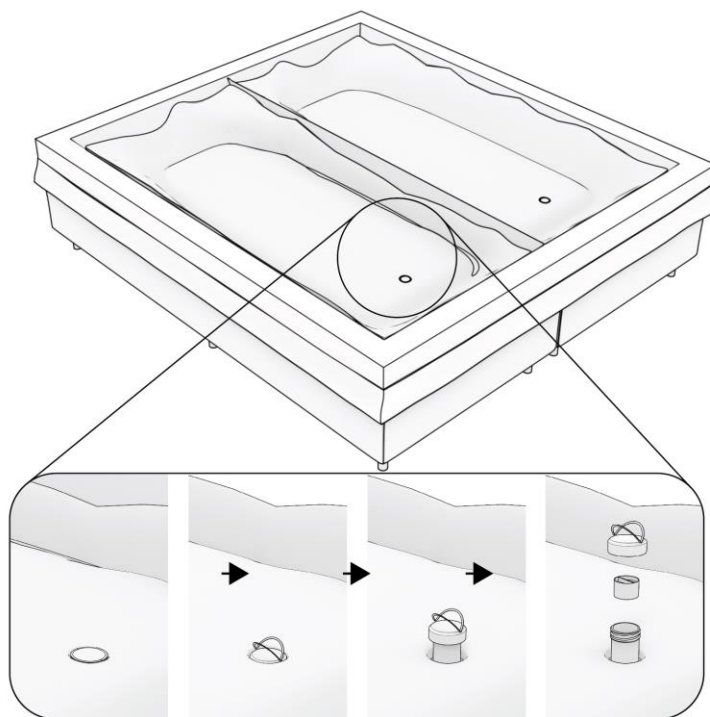

Abbildung 12: Positionierung der Wassermatratzen und Öffnen der Einfüllkappen.
Schritt 12. Falten Sie die Wassermatratze aus und legen Sie diese über die Sicherheitsfolie. Achten Sie darauf, dass sich die Füllkappen oben und am Fußende des Bettes befinden. Öffnen Sie die Verschlusskappen der Matratze, indem Sie diese mit einer Drehbewegung herausziehen. Danach kann die Kappe abgeschraubt und vom Verschluss entfernt werden, wie in Abbildung 12 dargestellt. Legen Sie die Schraubkappe und den Stöpsel vorerst zur Seite.
Schritt 13. Achten Sie darauf, dass die Matratze gut über das Bett gespannt ist und keine Falten oder Knicke aufweist. Die Matratze sollte an den Ecken der Schaumstoffkanten und bei einem Duo an der Trennwand anliegen, wie in Abbildung 12 dargestellt.